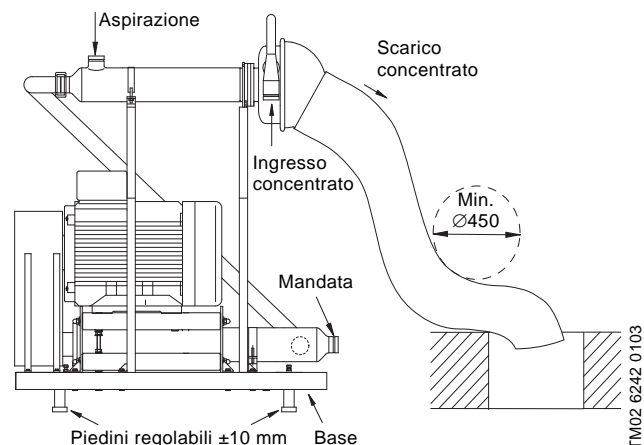

Fig. 4 Modulo di aumento pressione BMET
L'estremità del tubo flessibile deve essere sempre montata al di sopra del massimo livello possibile dell'acqua nel drenaggio. Il tubo flessibile, in generale, necessita di supporti, vedere fig. 4.
8. **BMET**: libera mandata del concentrato. Collegamento del tubo flessibile del concentrato, vedere fig. 4.